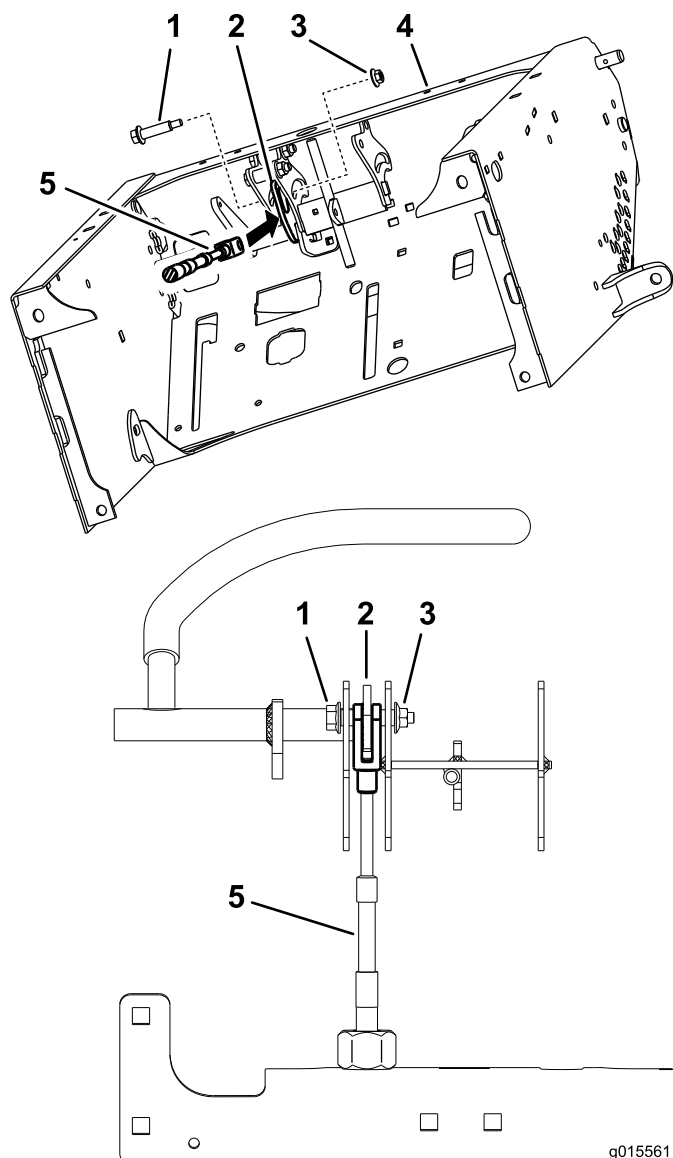

図 14
11. コントロールブラケットにヨークを取り付ける；新しいショルダボルトとロックナット（1/4 インチ）を使う。反対側にも同じ作業をする（図 14）。